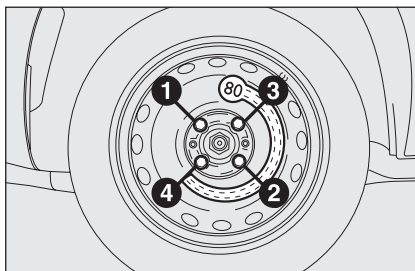

fig. 8
- en se servant de la clé fournie, serrer à fond les boulons, en passant alternativement d'un boulon à celui diamétralement opposé, selon l'ordre illustré sur la **fig. 8**.
- en se servant de la clé fournie, serrer à fond les boulons selon l'ordre numérique illustré sur la figure **fig. 8**;
- en se servant de la clé fournie, serrer à fond les boulons en suivant l'ordre représenté précédemment pour la roue de secours (voir **fig. 8**).